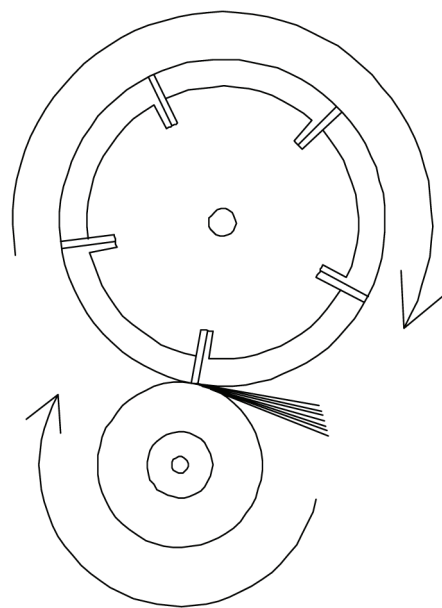

图 30
打开砂轮马达和转磨传动马达。对于 10" (254 mm) 滚刀，将转磨速度设为大约 200 rpm；对于 5" (127 mm) 滚刀，将转磨速度设为 300。（请参考 23 页的转磨传动速度信息）。确保转磨旋转方向和砂轮相同 – 从右端看顺时针 (CW) 旋转。参见图 30。